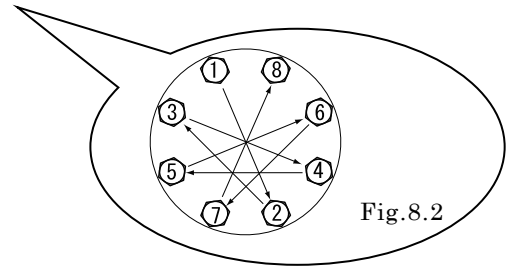

Fig.8.2
- Apriete los tornillos en el orden indicado. [Fig. 8.2]